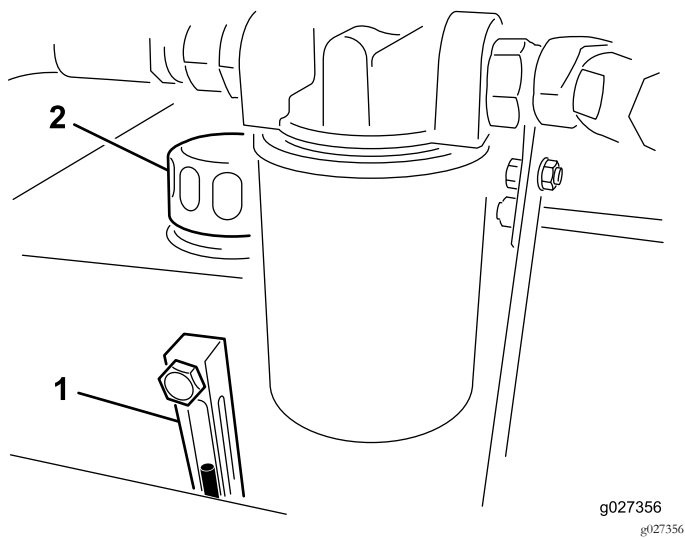

图6
2. 通过查看视镜来检查液压油的油位图6。如果液压油升到油位表的中间位置表明油位足够。